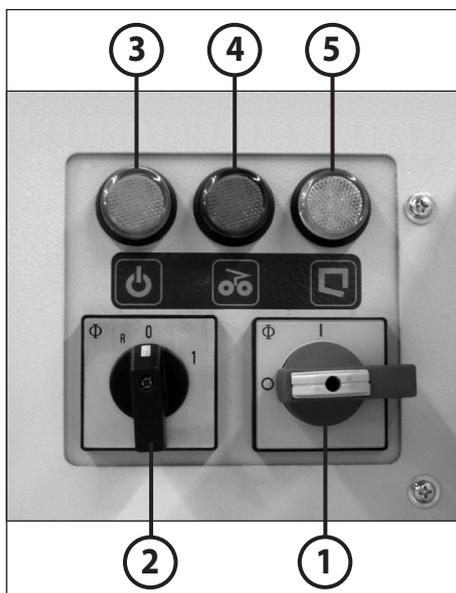

fig. 7
1. Ligar o interruptor principal (1) (posição "1").
2. Pôr o interruptor giratório (2) na posição "1" (fig. 7).
**ELEMENTOS DE MANEJO (Fig. 7):**
**Indicação:** Com cada ligação da máquina é reiniciado automaticamente o relé multifuncional. Devido a isto piscam durante alguns segundos as duas luzes de controlo 4 e 5 (fig. 7).